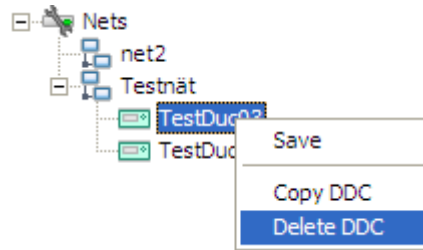

Bild 26 - Ta bort en DUC direkt i trädstrukturen.
- 1) Markera aktuell DUC i trädstrukturen och högerklicka på den, välj alternativet "Delete DDC" för att ta bort DUCen (se Bild 26).